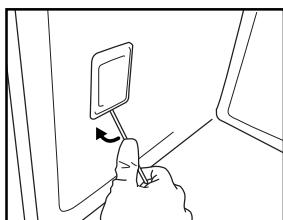

Fig. 7
3. Skub forsigtigt lampeglaset af med en skruetrækker (Fig. 7).